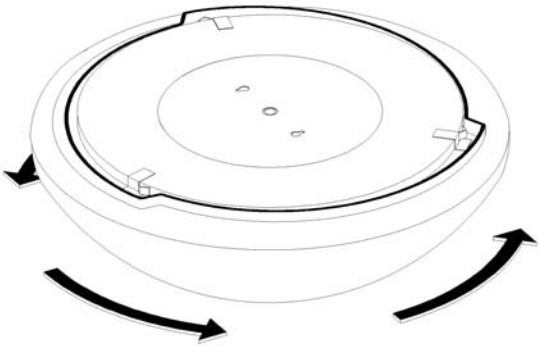

Figure 2
8. Pour installer le diffuseur en verre, (5) le soulever jusqu'au plateau en alignant les trois renforcements sur le bord
du diffuseur sur les trois pinces (4) du plateau puis pousser le diffuseur en verre vers le plafond. Le tourner dans le sens de rotation horaire jusqu'à ce que le ressort des pinces retienne le diffuseur en place. Voir la fig. 2.
8. Install Glass Diffuser (5) by lifting Glass Diffuser up to Housing Assembly, lining up the three indentations on the Diffuser rim with the three Clips (4) on the Pan and push Glass Diffuser up against ceiling. Twist clockwise until spring tension of Clip holds Diffuser in place. **See Fig. 2.**
8. Instale el Difusor de Cristal (5) levantando Difusor de Cristal hacia la Cacerola, alineando las tres muescas en el borde del Difusor con las tres Grapas (4) en la cacerola y empuje el Difusor de Vidrio hacia arriba contra el techo. Tuerza a la derecha hasta que el resorte de tensión de la Grapa agarre el Difusor en su lugar. **Vea Fig. 2.**